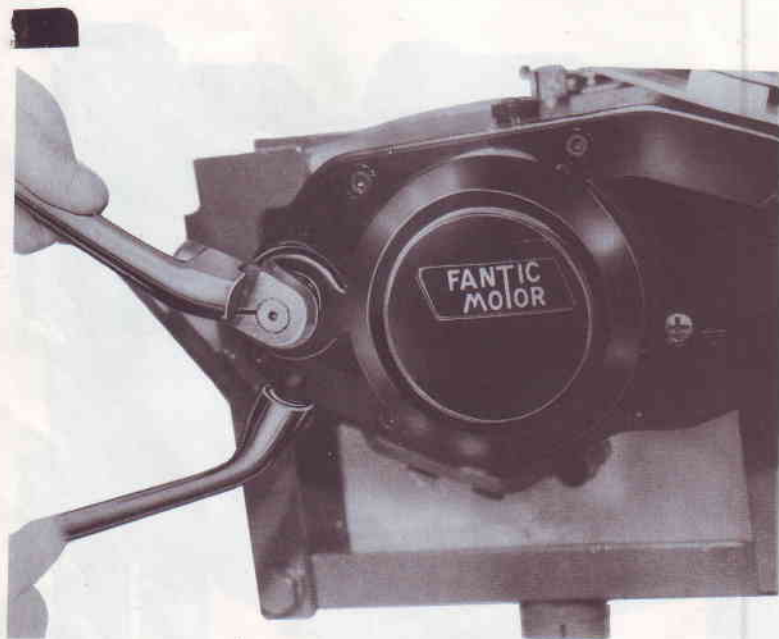

Fig. 39 - Remontage de pédale de kick-starter
- kick-starter, pour positionner le ressort de rappel. (Fig. 39)
- Après avoir monté le couvercle, passer à la 2eme phase de remontage de Kick starter, pour positionner la ressort de rappel (Fig. 39).